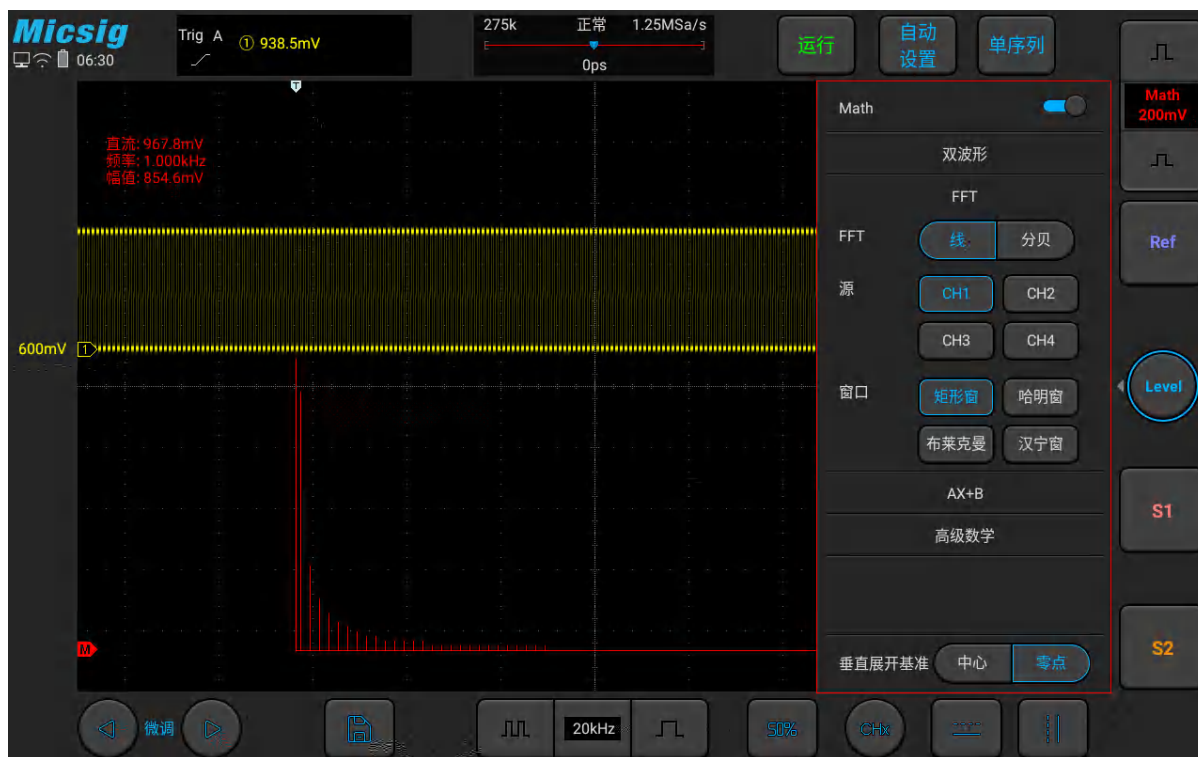

图8-3 FFT 窗口
视频录制的方法是在非示波器应用内界面从顶部向下滑，打开下拉菜单，轻点开始录屏后倒计时三秒结束即可进行视频录制, 如图 8-3。倒计时结束前轻点屏幕下方三角、圆、方形按钮皆可取消录制。
- 2) 轻点  频谱类型“线/分贝”，打开 FFT 窗口（见图 8-3 FFT 窗口）。